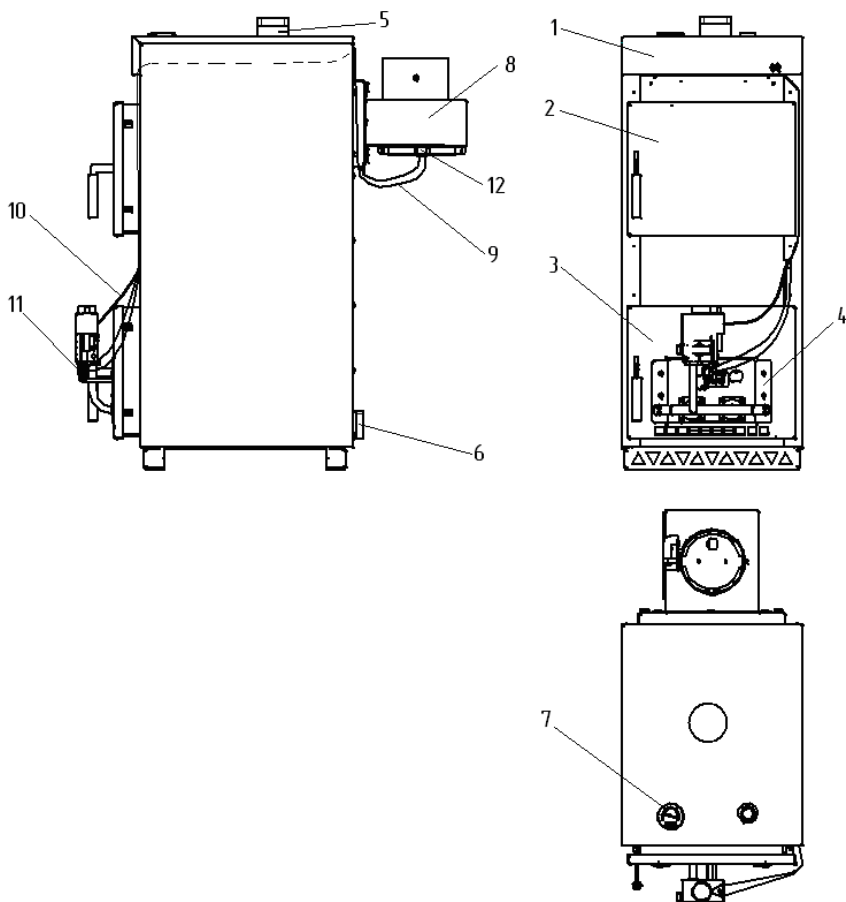
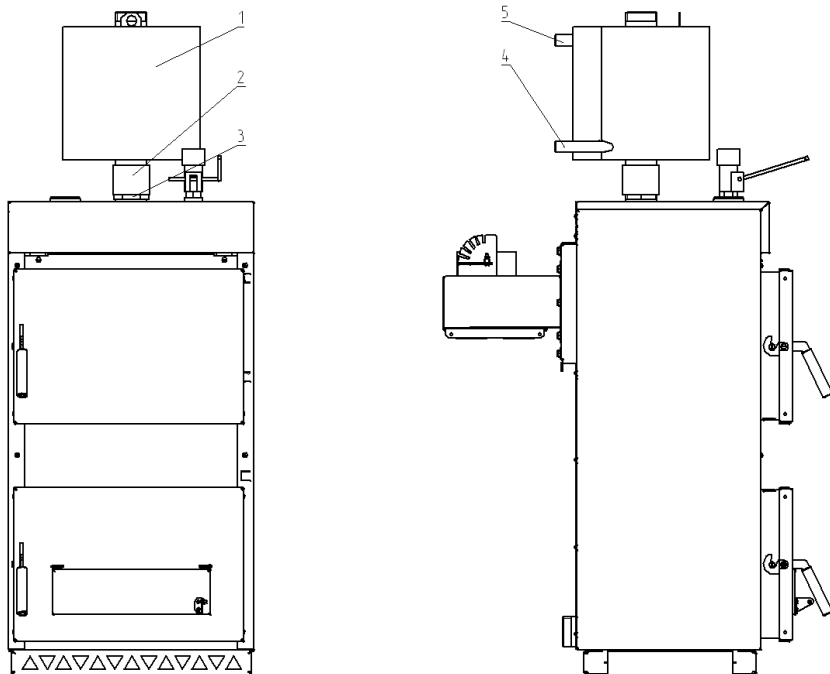

Рис.7 Котел КС-ТГ-12/16S
Рис.8 Котел КС-ТВ-12р (котел КС-ТВ-16р отличается только высотой)
8. Для котлов КС-ТВ-12р и КС-ТГВ-12/16S необходимо установить теплообменник (рис.8 поз.1) на верхний патрубок котла (рис.7 поз.5). Для этого необходимо установить на патрубок контргайку (рис.8 поз.3) и муфту (рис.8 поз.2), в муфту вкрутить теплообменник и зафиксировать муфту контргайкой.